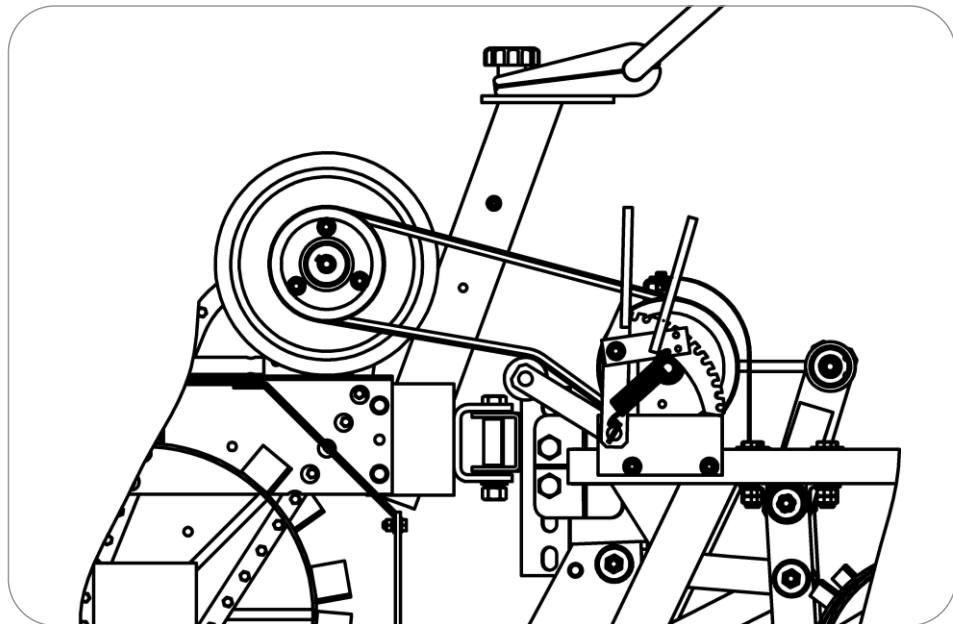

Рис.5 - Установка приводного ремня.
- Наденьте приводной ремень (рис.5).